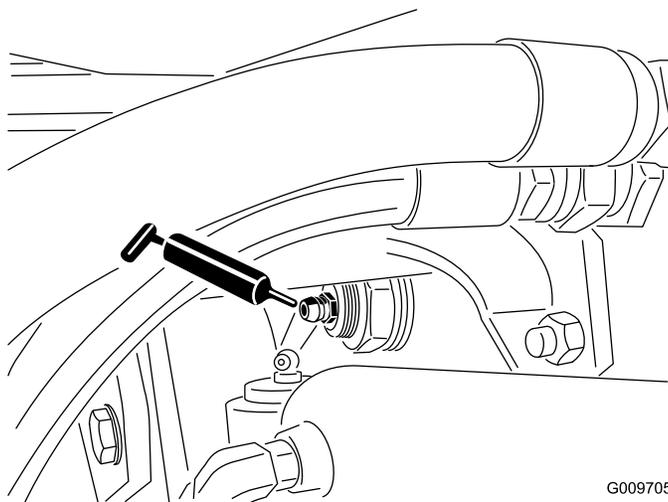

Figura 70
- Articulação do casquilho do eixo traseiro (2) (Figura 70)